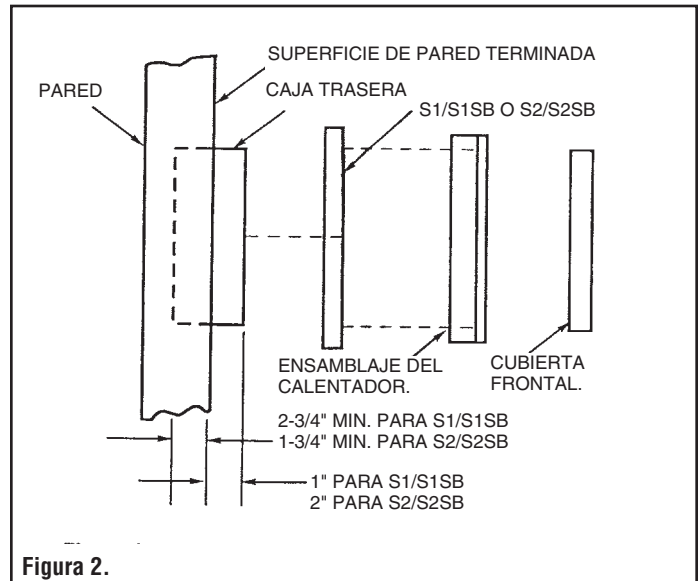

Figura 2.
1. Cuando use el S1/S1SB, el borde frontal de la caja trasera se deberá extender 1" pasando la superficie de la pared terminada. Cuando use el S2/S2SB, el borde frontal de la caja trasera se deberá extender 2" pasando la superficie de la pared terminada. Estudie la Figura 2.